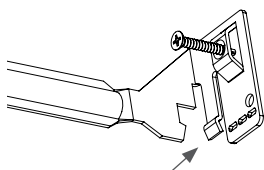

fig. 4
- c. Pour les plafonds suspendus seulement : Pliez les languettes des barres de suspension pour les verrouiller sur la grille de fixation du plafond (voir la fig. 4).